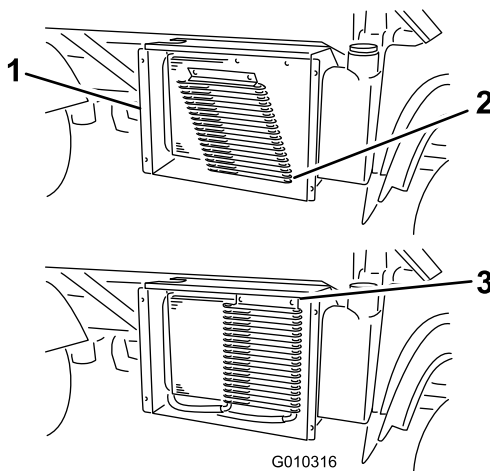

Bild 57
3. Drehen Sie die Riegel und den Ölkühler (falls vorhanden) vom Kühler weg (Bild 57).